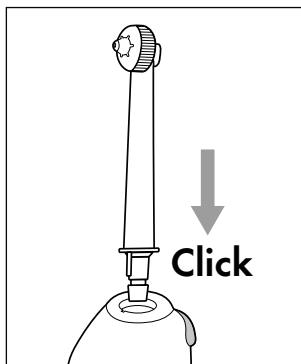

Fig. 2
- În caz de utilizare zilnică, schimbați duzele atașabile **②** cel mai devreme după șase luni.
- Utilizați numai duze atașabile originale **②**. Puteți găsi informații despre comandarea duzelor atașabile de schimb **②** în capitolul **Comandarea pieselor de schimb**.
- ◆ Înaintea atașării sau detașării duzei **②** asigurați-vă că aparatul este oprit.
- ◆ Așezați o duză atașabilă **②** pe unitatea manuală **④**. Apăsați duza atașabilă **②** în orificiu până când duza atașabilă **②** se blochează audibil în unitatea manuală **④**. Atenție la poziția corectă a ciocului de ghidare de la capătul inferior al duzei atașabile **②** și la decupajul corespunzător din orificiul de pe unitatea manuală **④** (a se vedea fig. 2).